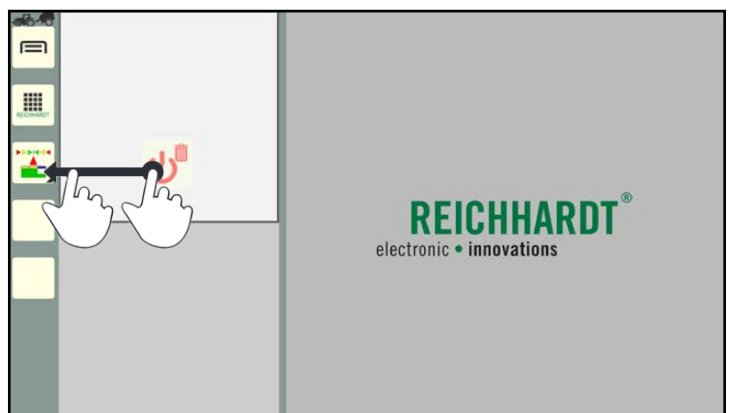

Abb. 68: Löschen/Beenden-Button auf Schnellwahltaste ziehen
3. Ziehen Sie den Löschen/Beenden-Button auf die Schnellwahltaste, deren Belegung entfernt werden soll (siehe Abb. 68).